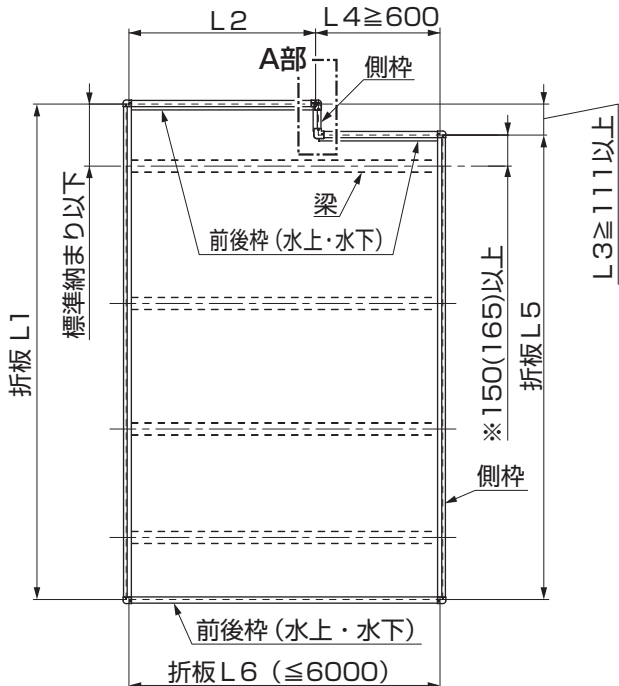
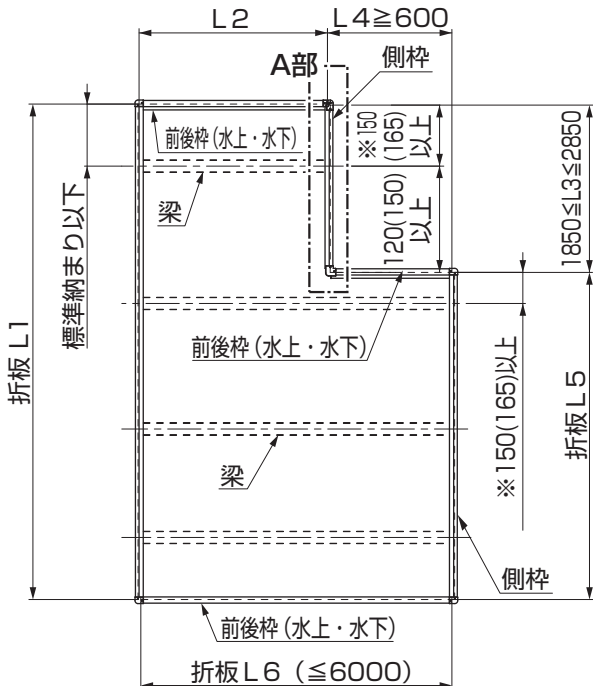

図4-1 入隅部に梁が入らない場合
図4-2 入隅部に梁が入る場合
- 施工可能寸法表の寸法範囲内で施工してください。（図4-1、図4-2、表4-1 参照）